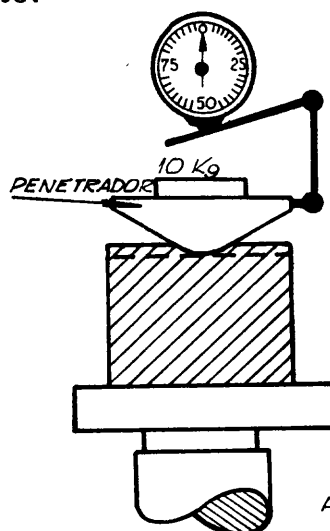

Fig. 4
- b Regule el reloj llevándolo a la posición cero (fig. 4).